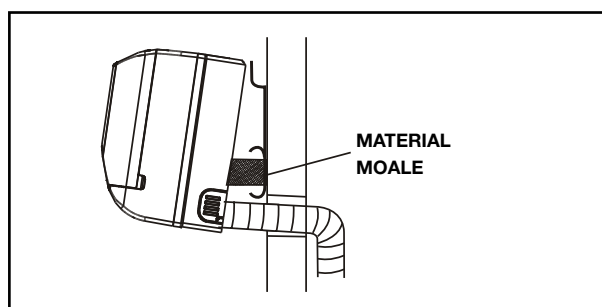

fig.7
3. Introduceți o pană din material moale între unitate și peretele de destinație, pentru a menține aparatul parțial ridicat și pentru a simplifica astfel efectuarea traseului tubulaturii (fig. 7). După terminarea operației, această pană trebuie îndepărtată.